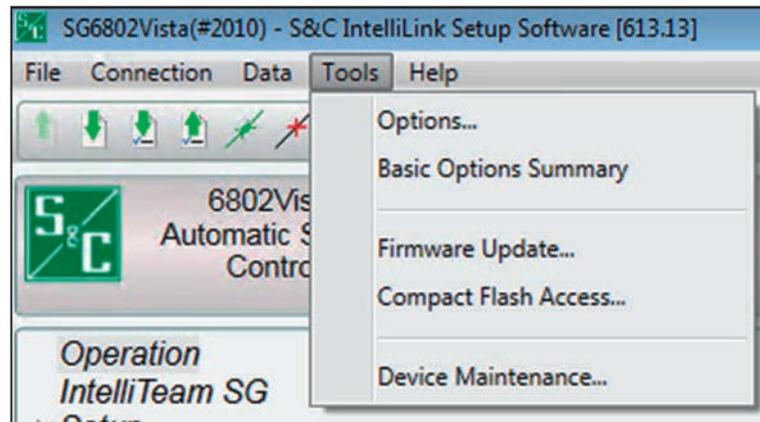

Figura 41. La opción de menú Herramientas>Actualización del firmware.
PASO 9. Introduzca la contraseña de administrador cuando se le pida que introduzca sus credenciales. La contraseña predeterminada puede obtenerse poniéndose en contacto con el Centro Mundial de Soporte y Monitoreo llamando al (888) 762-1100. Si la contraseña predeterminada ha sido modificada, introduzca la contraseña configurada por el usuario.
PASO 10. En el menú **Tools (Herramientas)** de la barra de menús, haga clic en el elemento de menú **(Firmware Update) Actualización del Firmware**. Ver Figura 41.